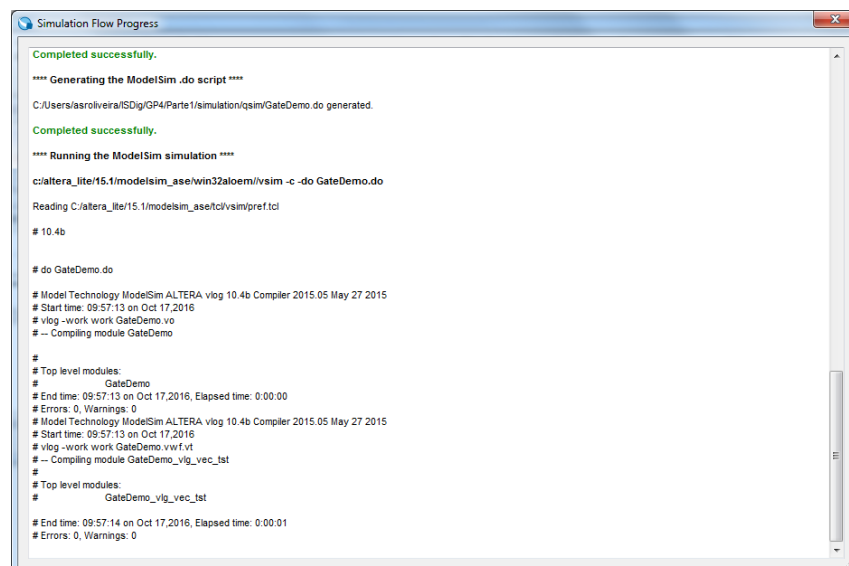
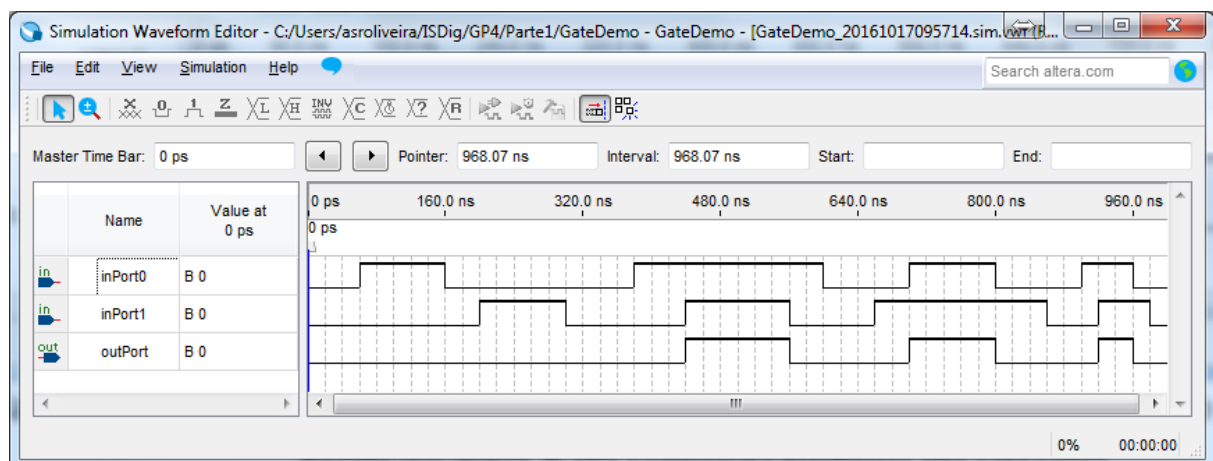

Figura 21 – Janela de compilação e execução da simulação do circuito com os vetores de entrada especificados.
Figura 22 – Janela do simulador com a forma de onda do sinal de saída em função dos vetores de entrada especificados e do comportamento do circuito.
14. Execute a simulação através do menu “*Simulation→Run Functional Simulation*”, o qual deve abrir uma janela semelhante à Figura 21. Após a simulação deve obter o valor da saída da porta lógica correspondente às entradas que especificou (Figura 22).